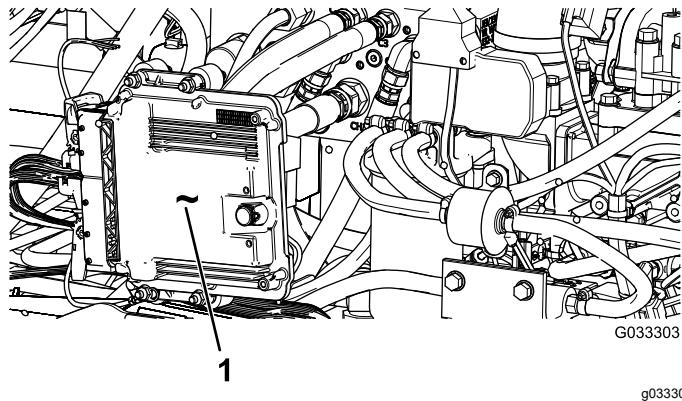

Figure 56
**Important:** Ne mettez pas d'eau directement sur le module de commande du moteur (ECU) ou les connexions électriques au risque de causer des dommages ; voir l'emplacement de l'ECU et des connexions électriques sur la Figure 56.